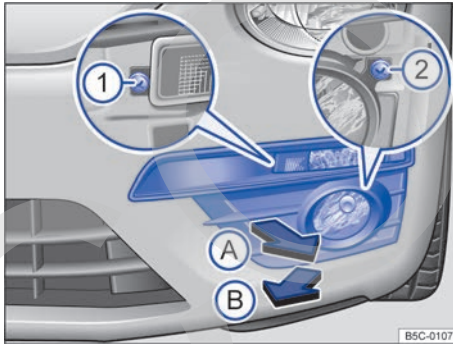

Fig. 150 En el lado izquierdo del paragolpes delantero: desmontar el faro.
| 2. | Tire de la cubierta un poco hacia delante por las láminas, empezando por el lado interior, → fig. 150 (flecha A) hasta que se desprenda de los encastres. | |
12.	Apriete los tornillos de fijación → fig. 150 ① y ② con el destornillador.
13.	Coloque la cubierta en el paragolpes, empezando por el lado exterior, en el sentido contrario al de la flecha ⑤.